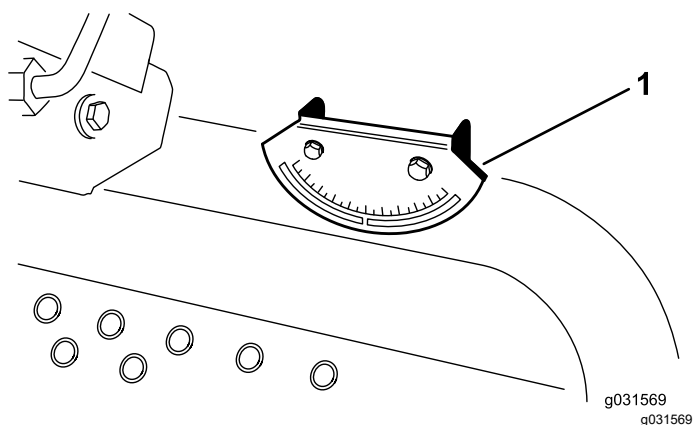

図 4
**注** この状態で、機体に装着されている傾斜計の読みも  $0^{\circ}$  でなければいけない 図 4。